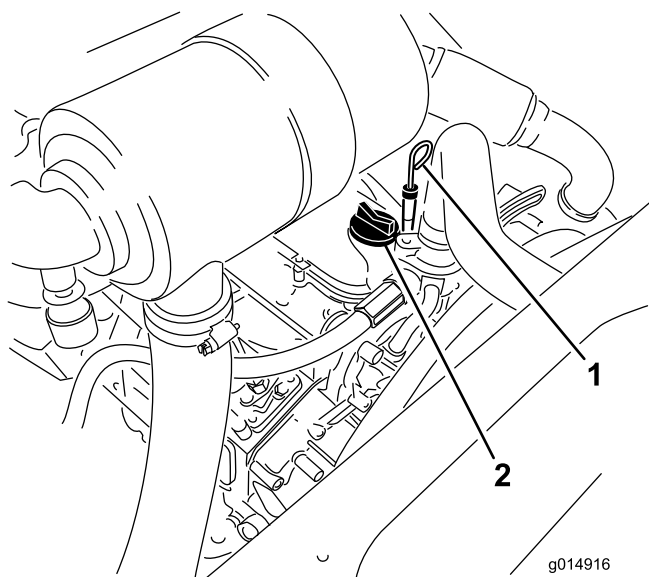

Figure 33
3. Retirez la jauge, essuyez-la sur un chiffon et remettez-la en place (Figure 33).
5. Si le niveau n'atteint pas le repère maximum, enlevez le bouchon de remplissage (Figure 33) et faites l'appoint jusqu'à ce que le niveau correct soit atteint.